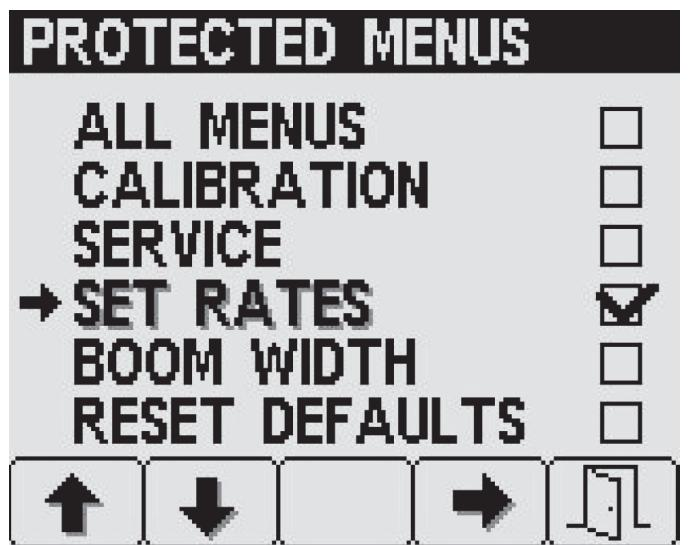

Figura 23
3. Prima o botão 4 para selecionar ou não selecionar cada item de menu protegido (Figura 23).